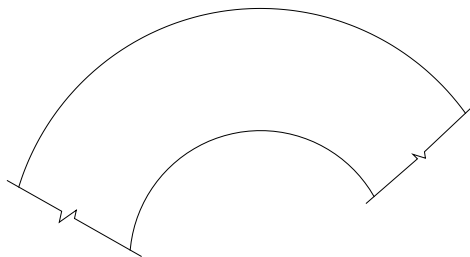

图3-45 修剪圆形
- 02** 调用TR（修剪）命令，修剪圆形如图3-45所示。